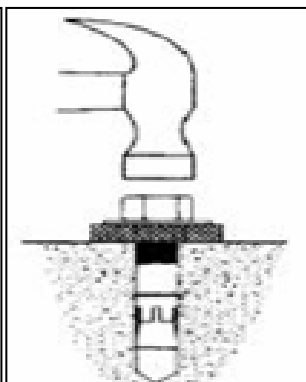

рисунок 19
- После выравнивания основания поместите распирающий штырек внутрь болта и при помощи кувалды забейте его (рисунок 19).